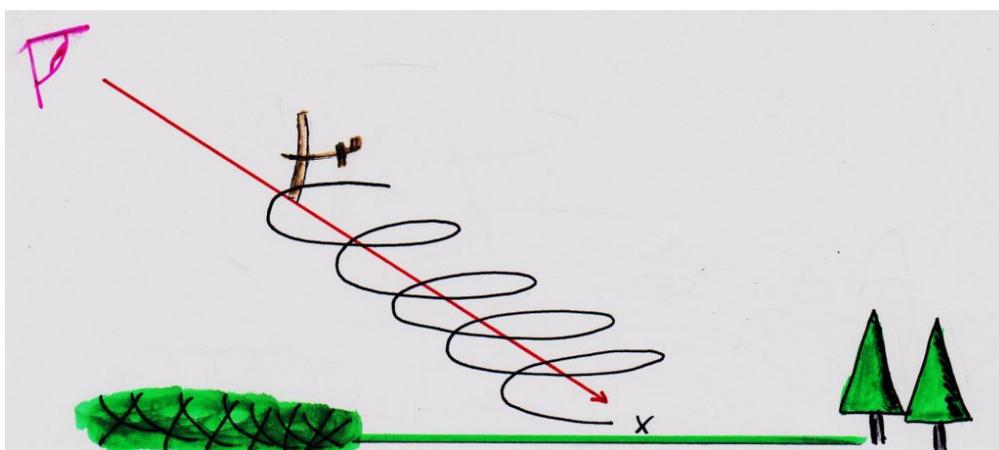

fig.8
- **L'ombre du planeur n'est pas visible** (fig.8)